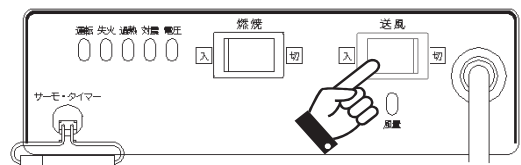

図4-3 送風操作
1. 送風スイッチを「入」にしてください（P. 9 図4-3参照）。送風だけの運転ができます。